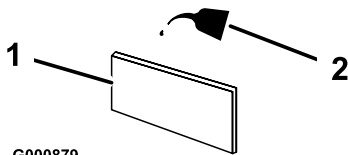

Figure 21
- Imbibez l'élément d'huile moteur fraîche (Figure 21) puis pressez l'élément pour éliminer l'excédent d'huile.